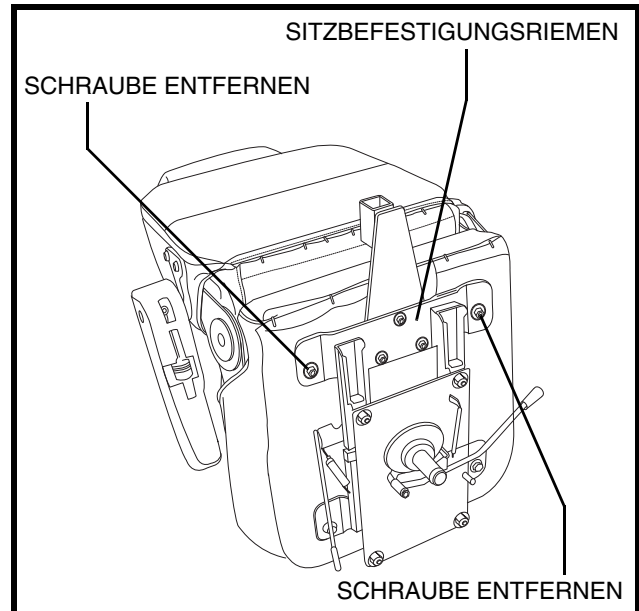

Abb. 19. Einbau des Rückhaltegurtes
Ihr Elektromobil ist mit einem KFZ-typischen Rückhaltegurt ausgestattet, der dem Benutzer angepaßt werden kann. **Siehe Abb. 19.** Der Rückhaltegurt wurde konzipiert, um ein Auf- oder Abwärtsrutschen des Fahrers zu verhindern.
2. Sitz umdrehen, um die Unterseite einzusehen. **Siehe Abb. 19.**